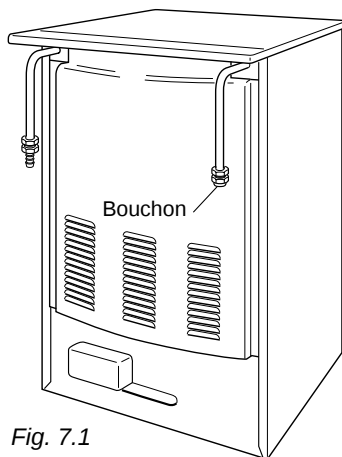

Fig. 7.1
- Le raccordement s'effectue à l'arrière de l'appareil, à gauche ou à droite (fig. 7.1), de façon à ce que le tuyau ne passe jamais derrière l'appareil.